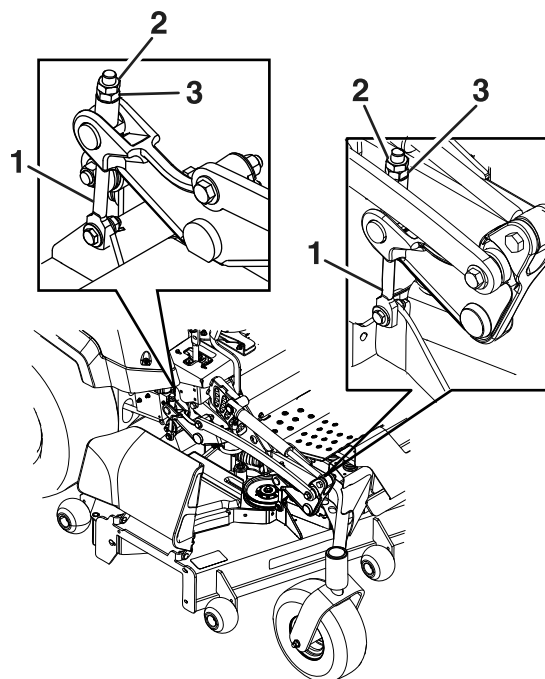

Figura 82
8. Afine a porca de ajuste no conjunto de elevação da plataforma frontal rodando-a (Figura 82).